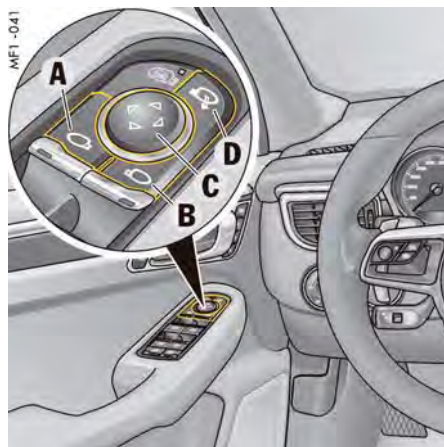

図250: ドア・ミラーの操作
- ▶ ボタンDを押してください(315ページ:図250)。両方のドア・ミラーが格納または復帰します。
ボタンを押して手動でドア・ミラーを格納した場合は、イグニッションをONにした後、自動的に元の位置には復帰しませんD(315ページ:図250)。